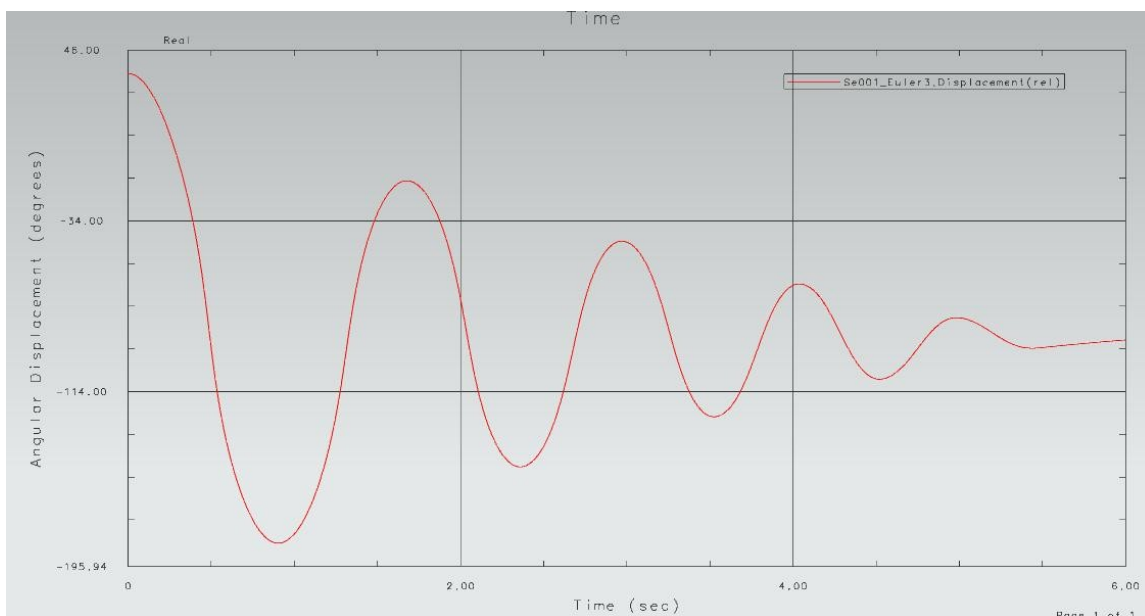

рис.71
- После нажатия на маленький плюсики, и указания ОК в диалоговом окне рис.42 система построит нужный график (рис.71).